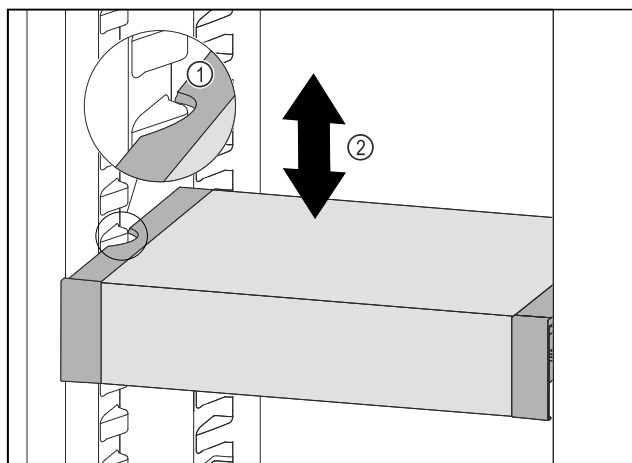

Fig. 171
- Trekk VarioSafe forover, til utsparingene på sidene av VarioSafe er på nivå med rillene i kjøleskapet. Fig. 171 (1)
- Flytt VarioSafe oppover eller nedover i kjøleskapet, til ønsket høyde er nådd. Fig. 171 (2)